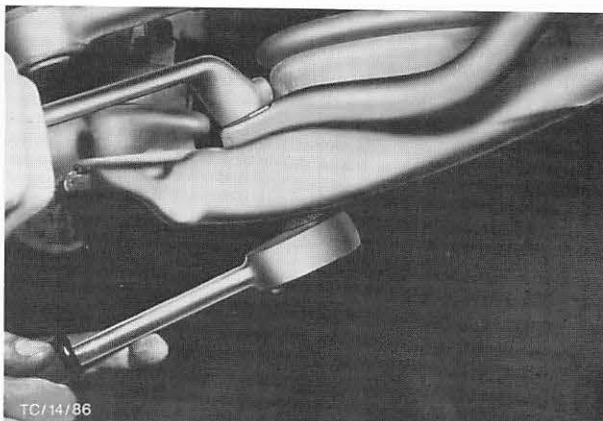

Abb. 40 Muttern der Zugstrebenbefestigung am Querlenker unten festziehen
18. Zugstrebe am unteren Querlenker anbringen und Muttern mit vorgeschriebenem Drehmoment festziehen. Abb. 40.